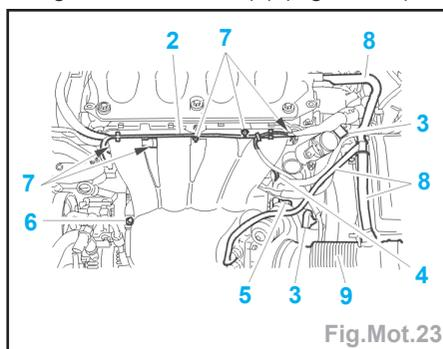

Fig.Mot.23
- Dégrafer le faisceau (2) (Fig.Mot.23).